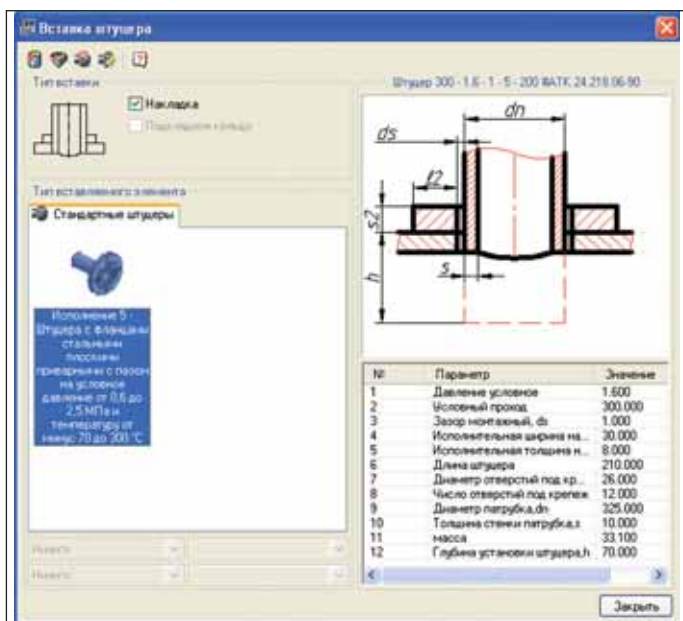

Рис. 18. Выбор параметров вставки штуцера
- исполнительная толщина накладного кольца, s — 2-8 мм (рис. 18).